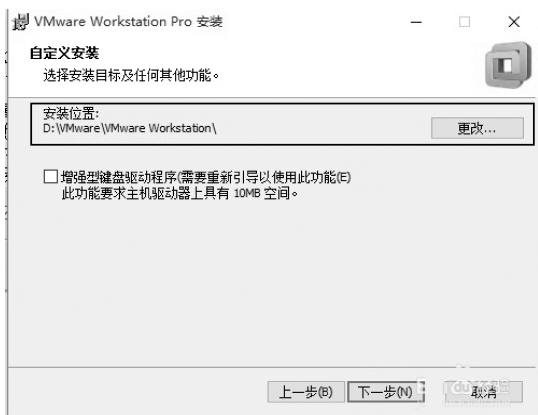

图 12-7 更改“安装路径”
2. VMware 的安装过程基本上使用默认的设置即可。可以自己选择软件的安装路径，如图 12-7 所示。